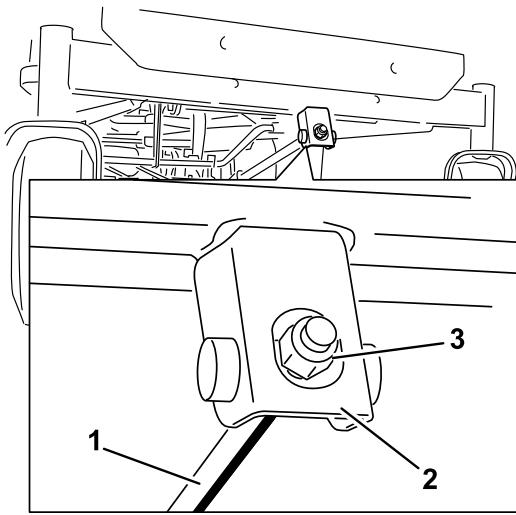

Figura 57
- Para ajustar a inclinação da lâmina da frente para trás, rode a porca de ajuste na parte da frente do cortador (Figura 57).